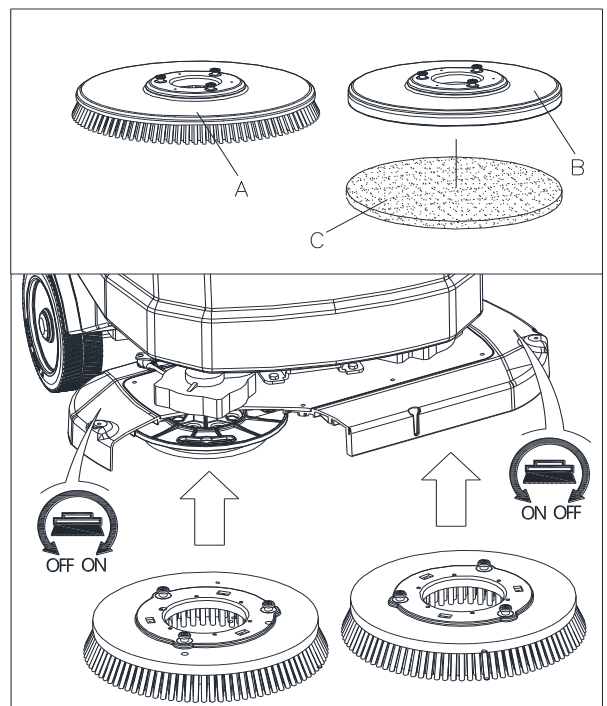

Figura 9
Instale el cepillo (A, Figura 9) o el portapad (B y C, Figura 9) según el tipo de suelo a limpiar.
4. Utilice el método manual girando el cepillo/portapad en la dirección opuesta a la dirección de giro normal, y puede instalarse. (como se indica en la Figura 9)